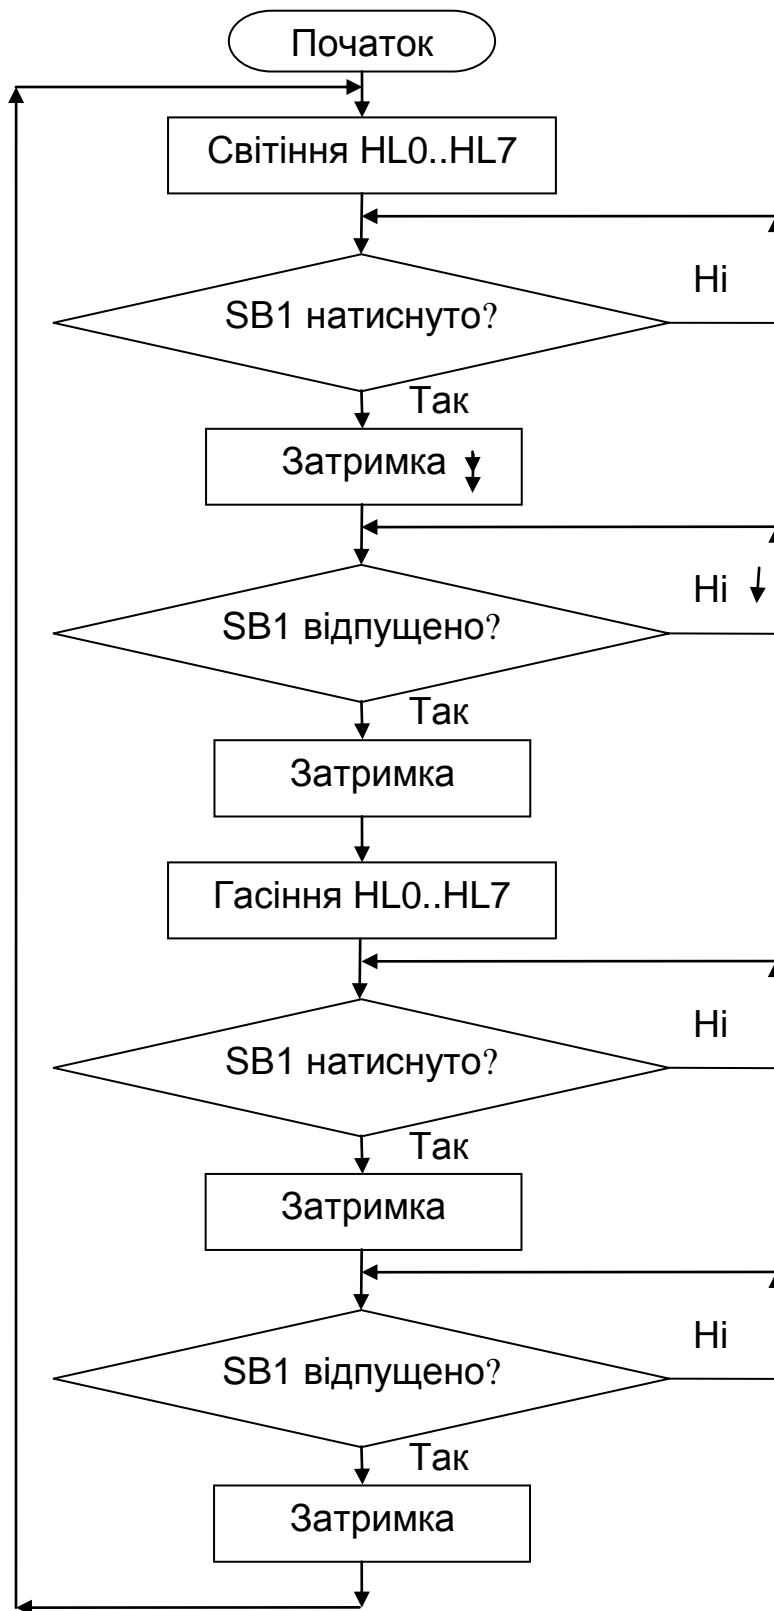

Рисунок 2.8 – Схема програми керування світлодіодами
1. Розробимо схему програми (рисунок 2.8). У зв'язку з тим, що під час замикання механічного контакту (кнопки) можливе явище відскоку (*дзвону, bounce*), виникає перехідний процес з кількома послідовними замиканнями-розмиканнями. При цьому з лінії порту МК може бути зчитана випадкова послідовність нулів та одиниць. Для пригнічення цього небажаного явища в розроблюваній програмі застосовується найпростіший (але не самий ефективний) спосіб – затримка опитування контакту на час, який свідомо перевищує тривалість перехідного процесу дзвону контактів. Ця затримка підбирається експериментально для кожного типу датчика в межах $1...10$ мс.